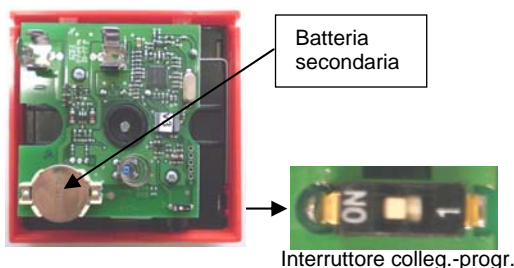

Figura 6
4. Sul pulsante manuale mettere l'interruttore "collegamento-programma" su "ON" (figura 6)
5. Inserire la batteria secondaria nell'apposito alloggiamento con il polo positivo rivolto verso l'alto (figura 6)